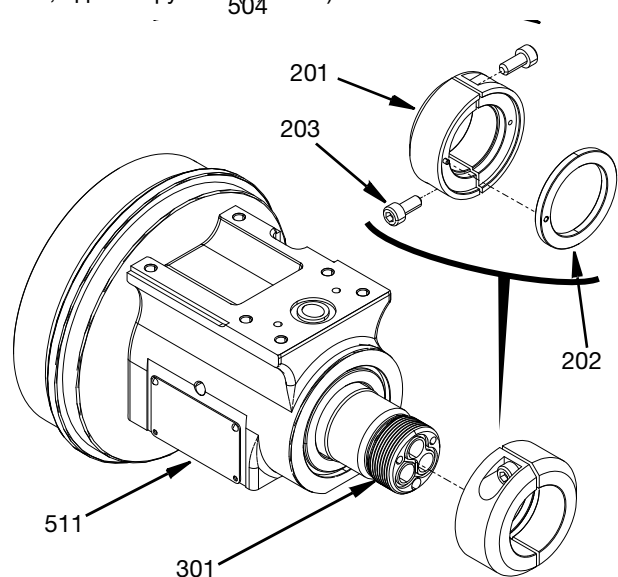

Рис. 27
3. Используя молоток с мягким бойком, аккуратно вбейте центральный корпус (301) в корпус поворотного шарнира (511), чтобы центральный корпус прилегал вплотную к фланцевому подшипнику (502)
4. Наденьте стопорное кольцо в сборе (201) на хвостовик центрального корпуса (301) и прижмите его вплотную к фланцевому подшипнику (502). Убедитесь, что штифт на одной половине стопорного кольца (201) входит в отверстие шайбы (202).
5. Нанесите противозадирную смазку на два винта М5 SHCS (203) и затяните их с усилием 57,5 дюйм-фунтов (6,5 Н•м). См. Рис. 27.